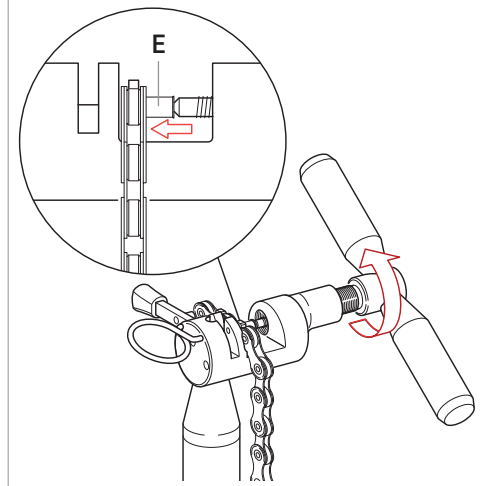

Abb.14
- Schrauben Sie das Werkzeug (Abb. 14) unter gleichmäßigem Kraftaufwand ein, bis die Hülse **ULTRA-LINK 5-CN-RE500 (11s) / 5-CN-SR600 (12s) (E)** die gesamte Kettenbreite ausfüllt.